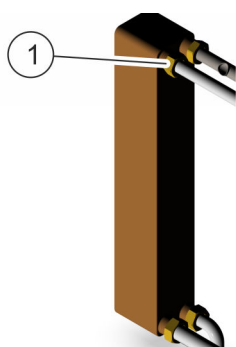

Abb. 30: Versraubungen lösen
3. ➔ Um den Wärmetauscher zu lösen, mit einem Rollgabelschlüssel 4 Versraubungen (Abb. 30/1) lösen.
6. ➔ Um den neuen Wärmetauscher festzuschrauben, 4 Versraubungen (Abb. 30/1) anziehen.